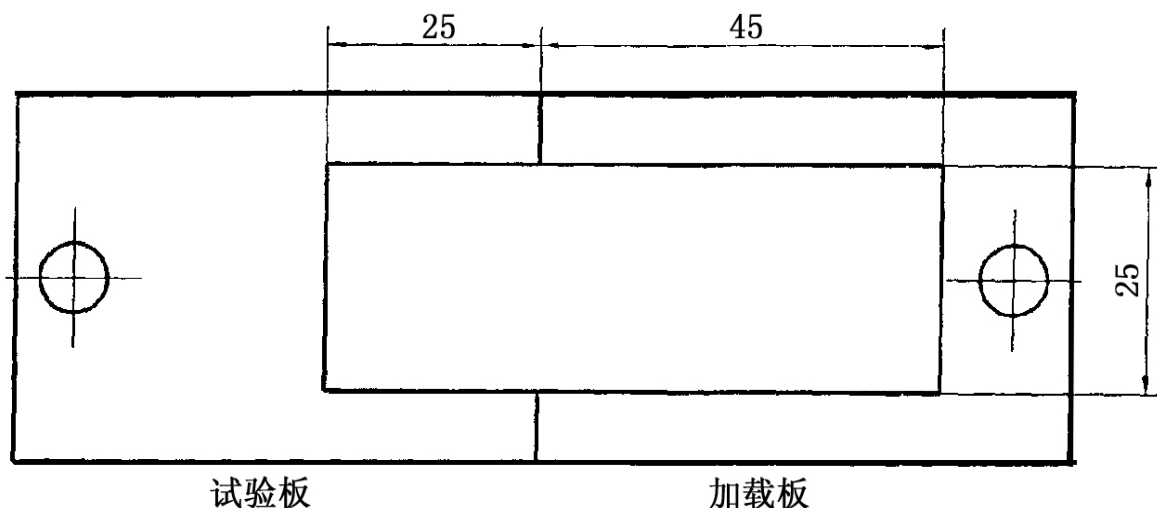

图2 粘贴试样示意图
1、在温度 $23^{\circ}\text{C} \pm 2^{\circ}\text{C}$,相对湿度 $65\% \pm 5\%$ 的条件下,按图 2 规定的尺寸,将试样平行于板的纵向粘贴在紧挨着的试验板和加载板的中部。用压辊以约 300 mm/min 的速度在试样上滚压。注意滚压时,只能用产生于压辊质量的力施加于试样上。滚压的次数可根据具体产品情况加以规定,如无规定,则往复滚压三次。